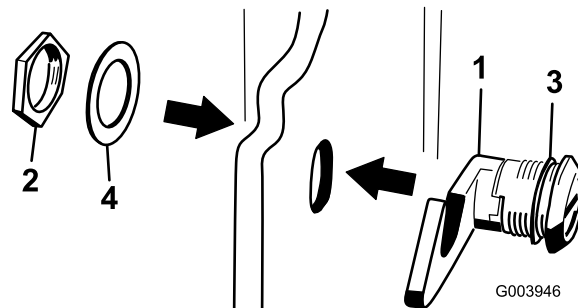

Figure 17
3. Retirez l'écrou du verrou du capot (Figure 17).